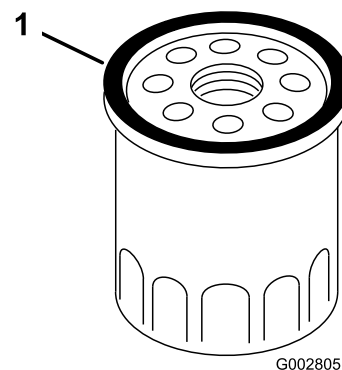

Figura 33
7. Con il dito, spalmate l'olio sulla guarnizione del nuovo filtro (Figura 33).